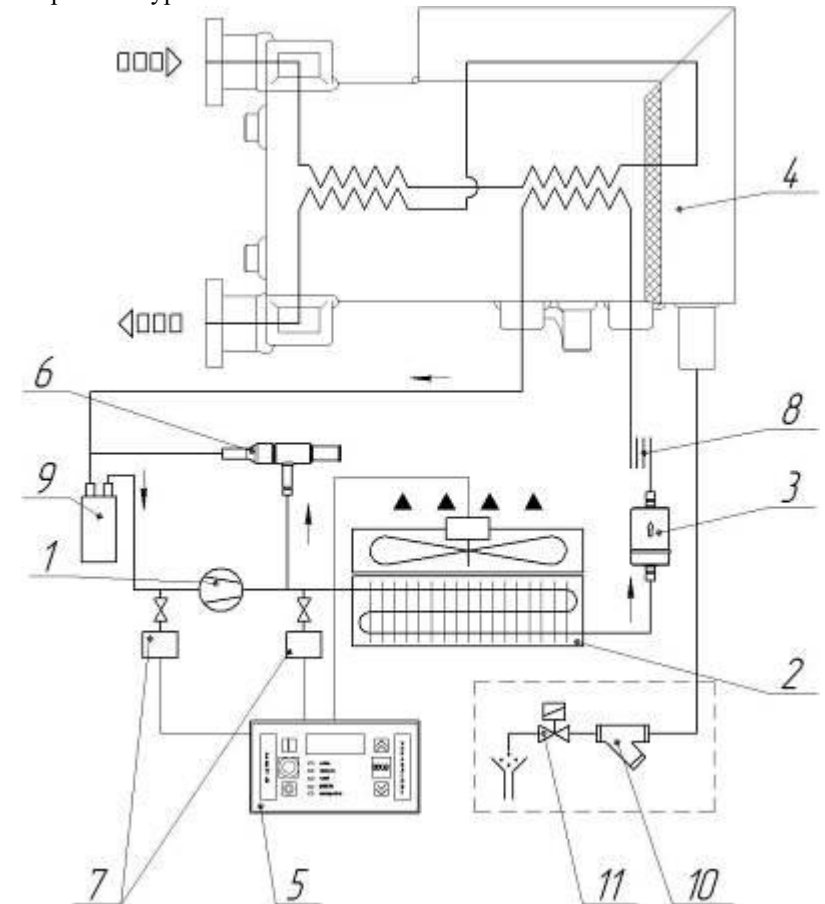

Рисунок 4 – Холодильный контур
4.1 Осушитель (рис. 4) представляет собой конструкцию алюминиевого теплообменника, размещенного в блоке осушения 4. В первом контуре теплообменника из сжатого воздуха удаляется вода путем его охлаждения до температуры приблизительно $+3^{\circ}\text{C}$ и удаления образующегося при этом конденсата. С целью предотвращения образования конденсата на наружной поверхности трубопроводов системы циркуляции, обрабатываемый сжатый воздух перед выходом его из осушителя подвергается предварительному подогреву. Для этого он прогоняется через второй контур теплообменника.
4.1.1 Компрессор 1 (рис. 4) является активным элементом осушителя и обеспечивает циркуляцию хладагента по холодильному контуру за счет сжатия паров хладагента от давления кипения до давления конденсации.
4.1.2 Конденсатор 2 (рис. 4) представляют собой теплообменник, в котором за счет охлаждения сжатого газообразного фреона происходит конденсация паров и далее хладагент находится в жидком состоянии. Крыльчатка вентилятора ограждена сетчатым ограждением.
4.1.3 Устройство слива конденсата предназначено для удаления воды, образующейся при охлаждении сжатого воздуха в блоке осушения. Устройство состоит из электромагнитного клапана 11 (рис.4) и сантехнического фильтра 10 (рис 4). Сигнал на управление электромагнитным клапаном подается блоком автоматического управления 5 (рис.4).
4.1.4 Регулятор производительности 6 (рис. 4) перепускает часть горячего газа (из количества нагнетаемого газа компрессором) в трубку полости между испарителем и всасыванием компрессора, поддерживая постоянное значение температуры/давления кипения фреона около $+2\text{ }^{\circ}\text{C}$. Такое перепускание газа полностью исключает образование льда внутри испарителя в полости сжатого воздуха при любых нагрузках.
4.1.5 Блок автоматического управления 5 (рис. 4) состоит из приборной панели, электронного блока и датчиков давления. Блок управления (рис. 6) имеет четырехразрядный светодиодный дисплей, четыре кнопки управления и пять контрольных индикаторов.
4.1.7 Фильтр-осушитель 3 (рис. 4) размещается перед капиллярной трубкой, задерживает все технические загрязнения и пары влаги, исключая их циркуляцию и вступление в химические реакции